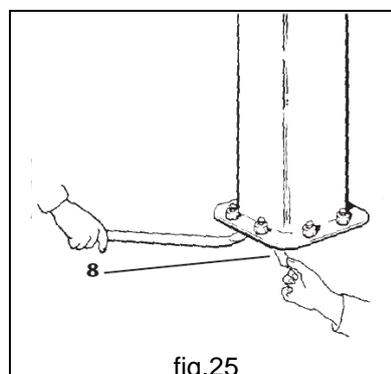

fig.25
- d. La mise à plomb parfaite s'obtient, si nécessaire, en introduisant des épaisseurs **8** (qui ne font pas partie de la fourniture), en correspondance des tiges d'ancrage, sous la plaque de base (fig.25).